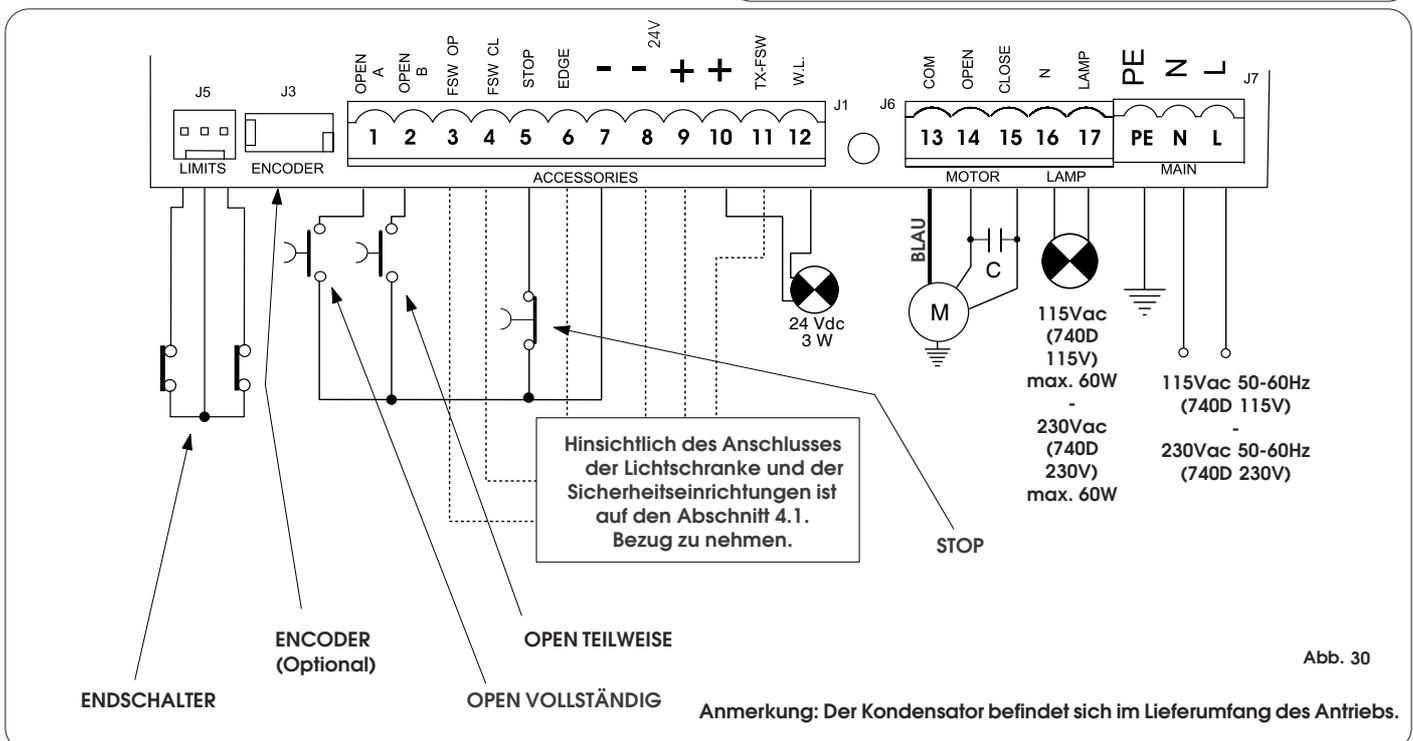

Abb. 30
- Das Erdungskabel ist an die entsprechende Klemme auf dem Stecker J7 der Platine anzuschließen (siehe Abb. 30).
4.2. Klemmenleiste J7 - Versorgung (Abb. 30)
4.3. Klemmenleiste J6 - Motoren und Signalleuchte (Abb. 30)
4.4. Klemmenleiste J1 - Zusatzgeräte (Abb. 30)
4.5. Stecker J6 - Schnellanschluß Endschalter (Abb. 30)
Dieser Eingang dient dem Schnellanschluß der Endschalter im Öffnungs- und im Schließvorgang, die den Stopp des Flügels, den Beginn der Abbremsungen oder auch die Bremsung einleiten können (siehe detaillierte Programmierung Kap. 5.2.). Bei den Getriebemotoren, bei denen die Steuerzentrale eingebaut ist, ist dieser Anschluß bereits serienmäßig vorverkabelt (Abb. 30). Für die Öffnungsrichtung des Flügels siehe detaillierte Programmierung Kap. 5.2.
4.6. Stecker J3 - Schnellanschluß Encoder (Abb. 30)